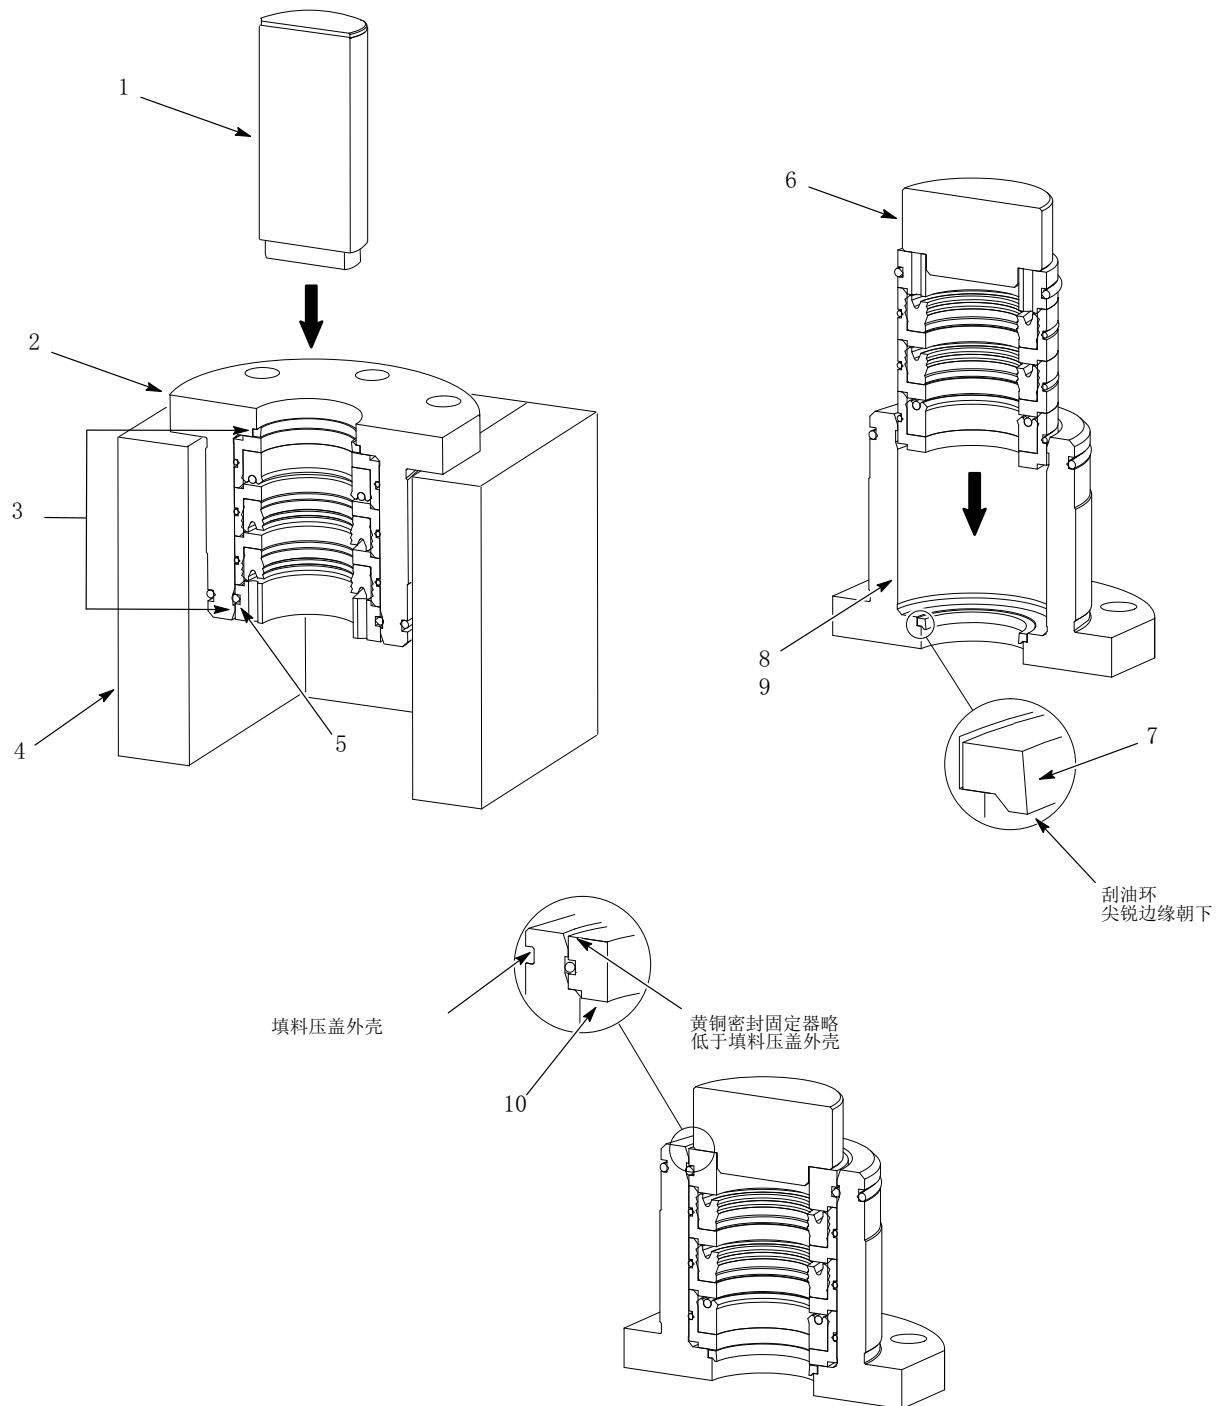

图 11 更换填料压盖的内部零件
1. 详见图11。将填料压盖外壳(2)放在固定装置(4)上。注意：在拆除内部零件的过程中，固定器槽会破坏O型环(5)。